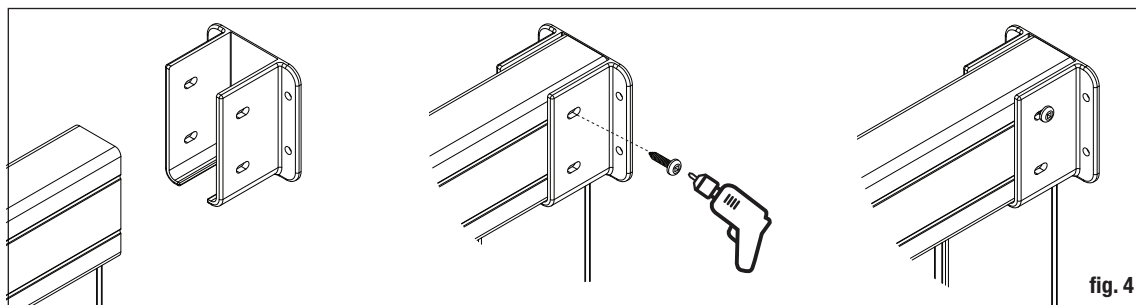

fig. 4
- While holding the bracket in place, attach one screw into one of the slotted holes. Place the screw at the end of the slot closest to the mounting face of the bracket (fig. 4).
- En maintenant le support en place, fixez une vis dans l'un des trous oblongs. Placez la vis à l'extrémité de la fente la plus proche de la façade de fixation du support (fig. 4).